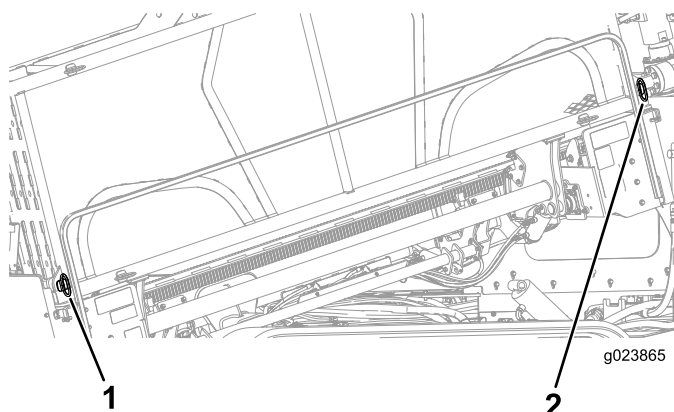

Рисунок 92
2. Извлеките нижние, наружные штифты в держателе трубы (Рисунок 92).